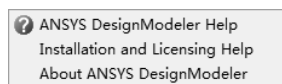

图 2-7 【Help】菜单
(6) 【Help】菜单 【Help】菜单提供了在线帮助等，如图 2-7 所示。